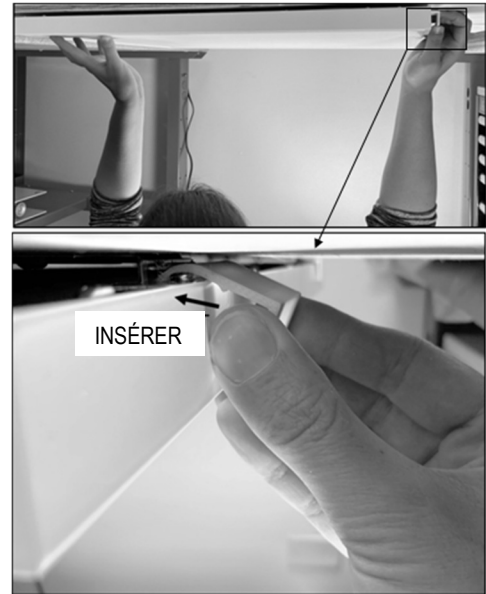

Figure 3. Insertion de la pince dans l'ouverture.
3. Lorsque le luminaire est éteint et qu'il est positionné à l'extrémité de la lumière comme indiqué en haut de la figure 3, insérez l'extrémité incurvée d'une pince dans l'ouverture d'un support, avec la courbe dirigée vers le bas, tout en utilisant la main opposée pour soutenir le luminaire. (Les pinces peuvent être placées dans n'importe quel ordre).